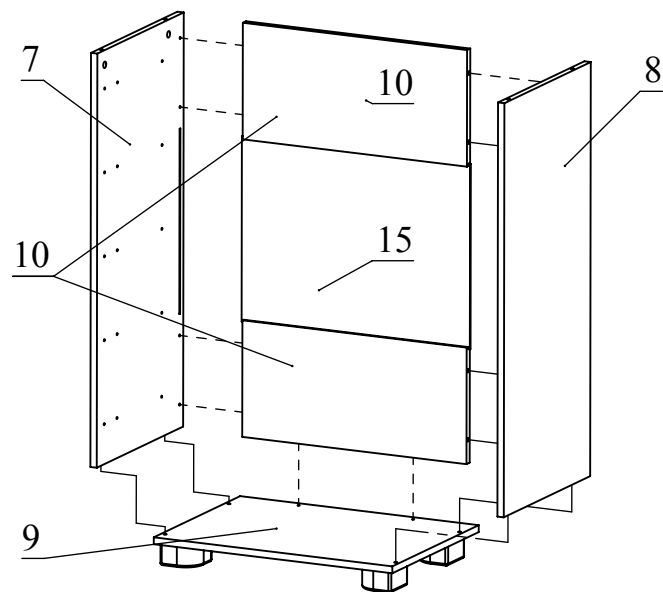

Рис.7
- Установите детали 10 на деталь 7 и затяните головки минификс. Вставьте деталь 11 из ДВП в пазы деталей 7 и 10. Установите деталь 8 на детали 10 и затяните головки минификс. Соедините деталь 9 с полученной конструкцией (Рис.7).